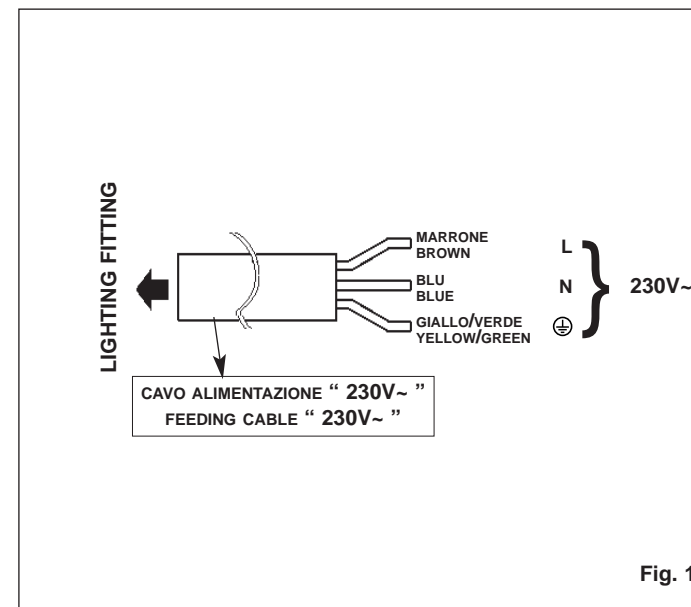

Fig. 1
- Gli apparecchi in versione LEDS a colore fisso non necessitano di controllo DMX e per il corretto funzionamento è necessario solo collegare il cavo standard fornito con l'apparecchio alla rete di alimentazione (Fig.1).